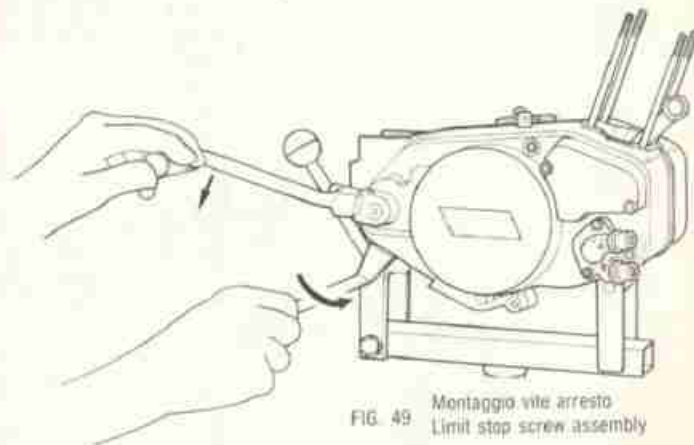

FIG. 49 Montaggio vite arresto
- 19) MONTARE una nuova guarnizione coperchio, quindi il coperchio frizione e fissarlo con le viti di unione bloccandole con 1 + 1,2 kgm. Quindi innestando la leva messa in moto sul suo albero, ruotarla in senso antiorario di circa 180° e montare la vite d'arresto bloccandola con 2,9 + 3 kgm (fig. 49). Tale operazione va eseguita per dare la precarica alla molla di richiamo.